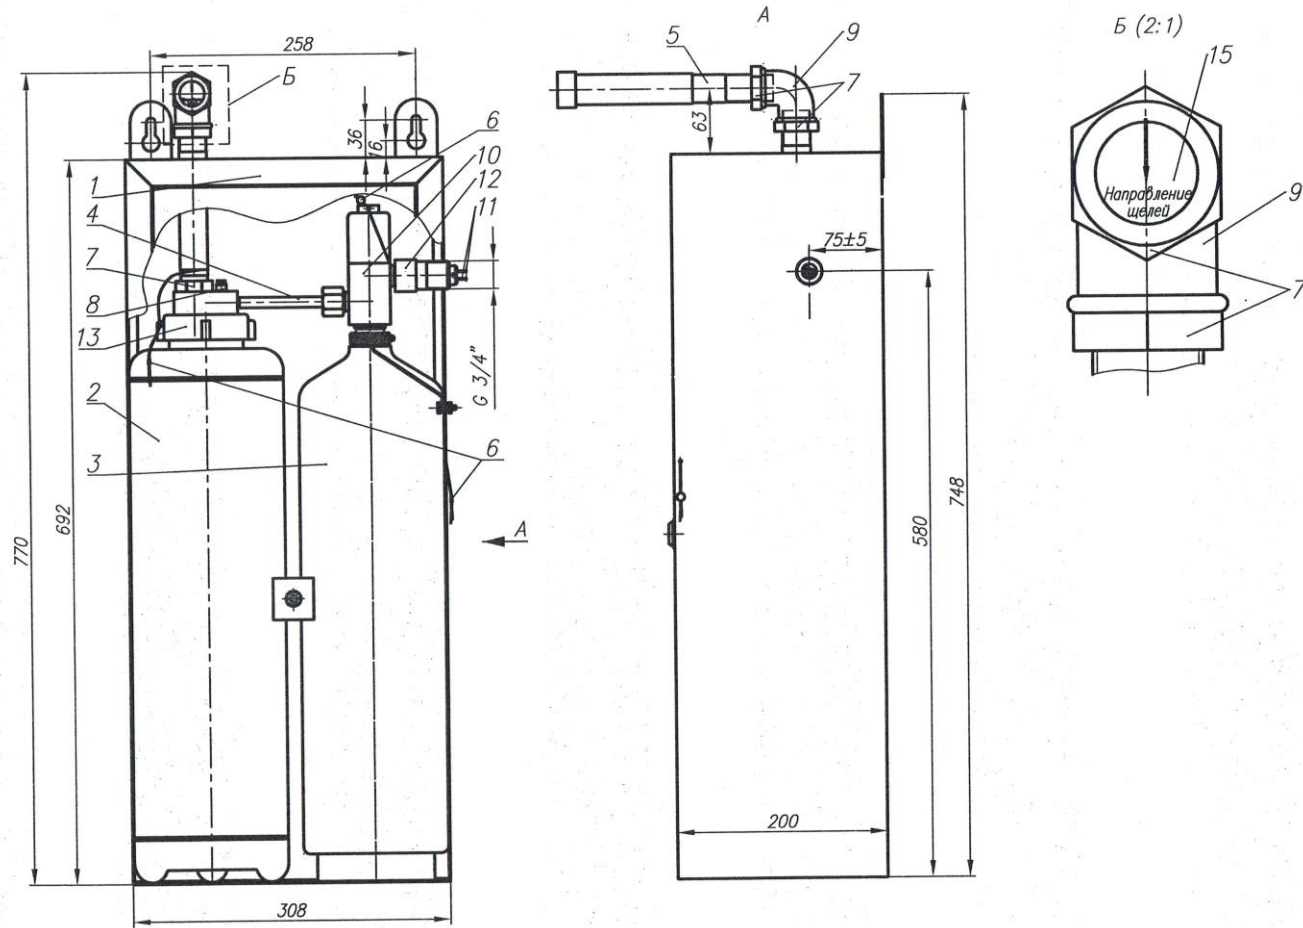

Рисунок 1. Устройство модуля
3.1. Модуль (рисунок 1) состоит из шкафа 1, в котором размещены: емкость с огнетушащим порошком 2, баллон с огнетушащим газом 3, соединенные между собой трубопроводом 4. Емкость с огнетушащим порошком снабжена насадком- 5, а баллон с огнетушащим газом снабжен запорно-пусковым устройством 10. Запорно-пусковое устройство приводится в действие от устройства электропуска УП-3М, подключённого к электрической цепи запуска прибора управления автоматической системой пожаротушения. Емкость с порошком снабжена мембранным узлом и предохранительным клапаном 8.